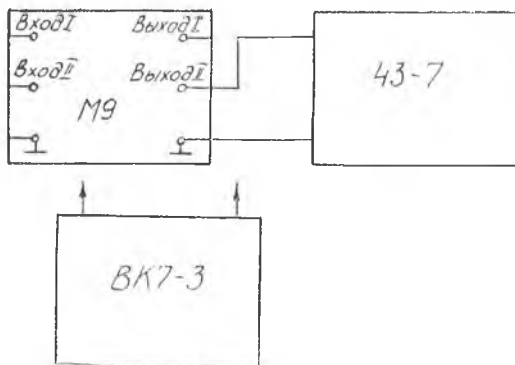
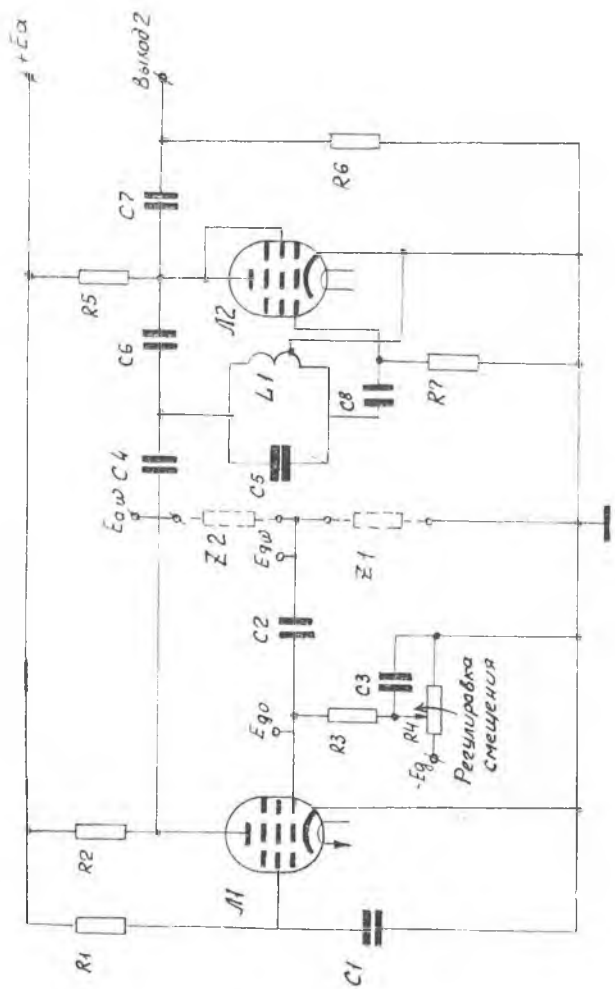

Рис. 8.1.
Рис. 8.2.
Лабораторная установка содержит лабораторный макет М_э, ламповый вольтметр ВК7-3 и частотомер ЧЗ-7. Блок-схема лабораторной установки приведена на рис. 8.1., а принципиальная схема лабораторного макета — на рис. 8.2.
1. Собрать установку согласно блок-схемы рис. 8.1.